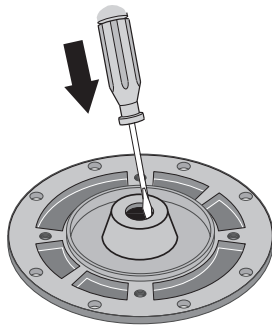

FIGURA 15 - EXTRACCIÓN DE LA JUNTA
5. Coloque la parte central de la placa de junta boca abajo sobre una superficie plana y saque la parte central fija de la junta (Figura 15).